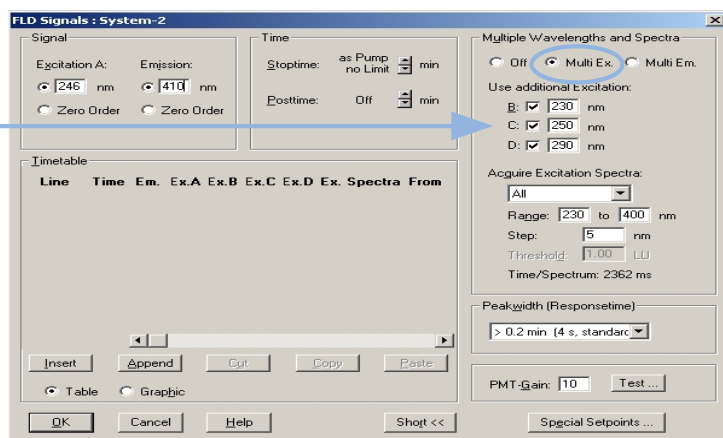

Figure 26 Paramètres FLD
- 2 Définir les points de consigne du FLD selon la Figure 26, page 76.